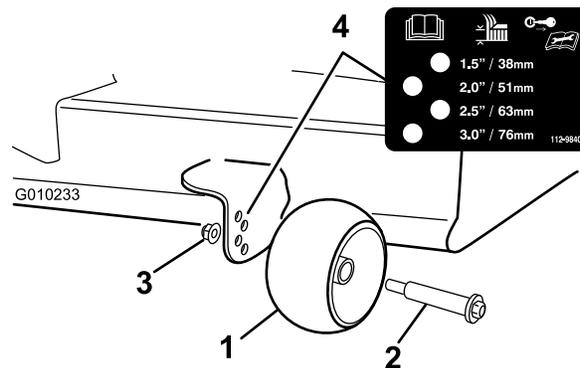

Figura 18
3. Ajuste os rolos antidanos (Figura 18) para corresponder à posição da altura de corte mais próxima.